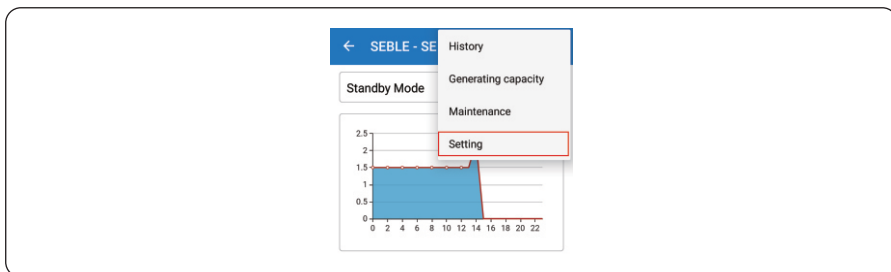

Figura 5.20 Configuração da página inicial do APP
Passo 2 Clique na tecla Extension e selecione Setting no manual do prompt, conforme mostrado na Figura 5.20.